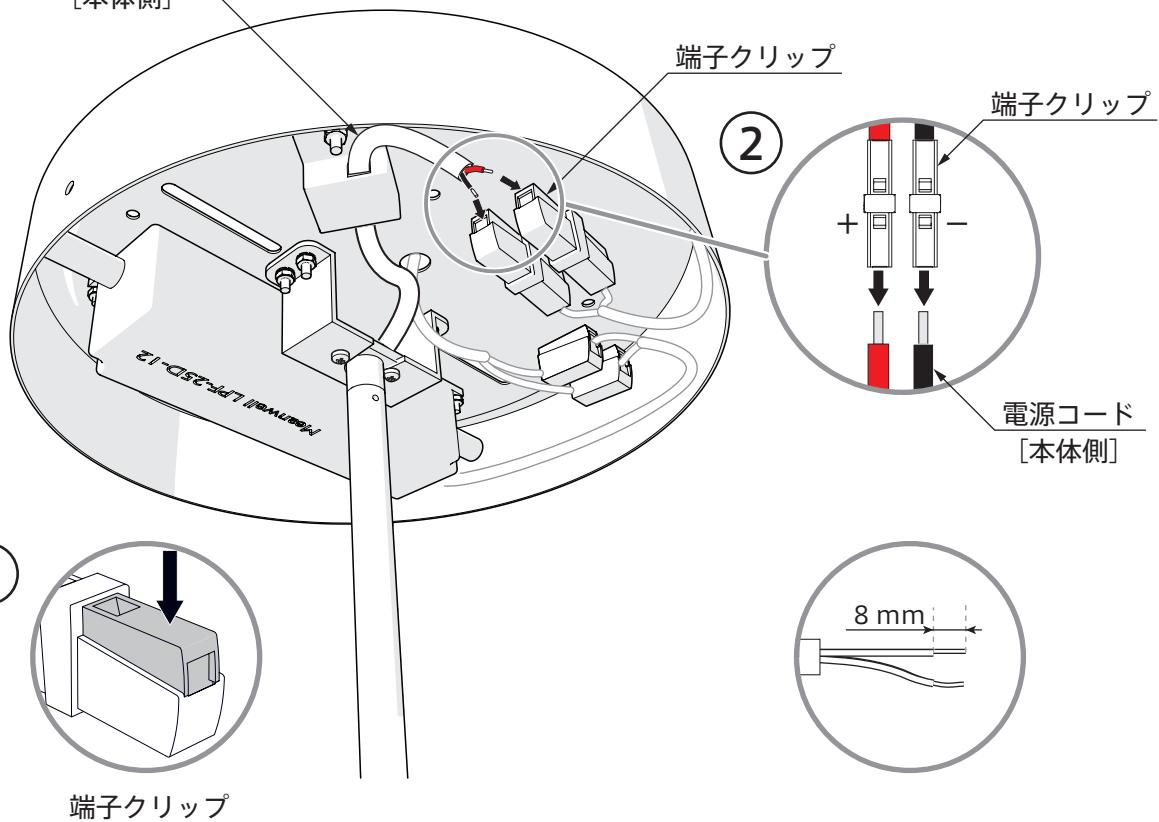

図20
15. カバーキャップを上側へずらし、取付金具とカバーキャップの取付穴位置(2ヶ所)を合わせ、カバーキャップ固定ネジにて固定します。(図20)